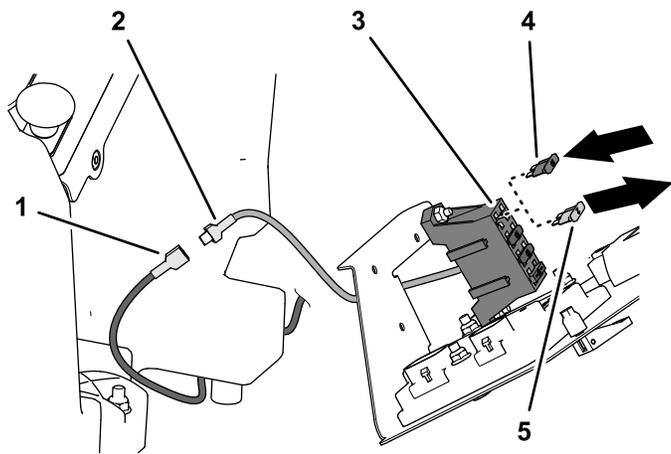

Figura 41
2. Disponete il filo di alimentazione ausiliaria (isolamento di colore verde) del cablaggio preassemblato (kit) nel vano dei comandi dell'operatore (Figura 41).
3. Nel portafusibili (Figura 41) collegate le seguenti coppie di fili:
4. Montate il fusibile (10 A) nello slot del portafusibili (Figura 41).